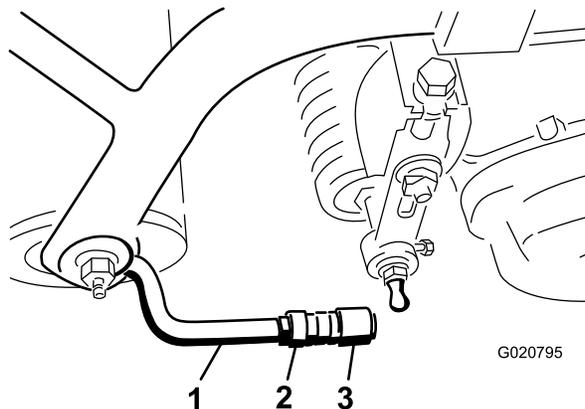

Рисунок 9
5. Выровняйте гнезда в шаровых шарнирах так, чтобы открытая сторона гнезда была отцентрована по шаровому пальцу, и затяните контргайки для фиксации гнезд на своих местах (**Рисунок 9**).